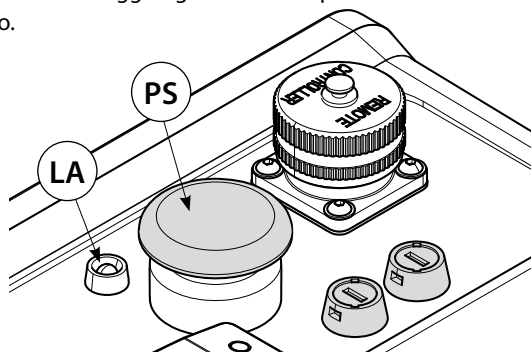

FIG. 3
- *In caso di necessità, premendo a fondo il pulsante meccanico di scarico (PS) Fig. 3 a bordo pompa, è possibile ottenere lo scarico dell'olio nel serbatoio in qualsiasi momento, anche in assenza di tensione.*
La pompa è dotata di un sistema di diagnostica; l'accensione del led giallo (LA) Fig. 3 segnala eventuali anomalie di funzionamento **con conseguente blocco della pompa**.